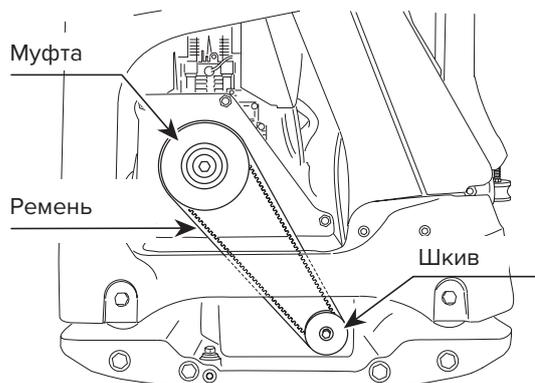

Рис. 44
1. Проверка натяжения приводного ремня (рис. 44)